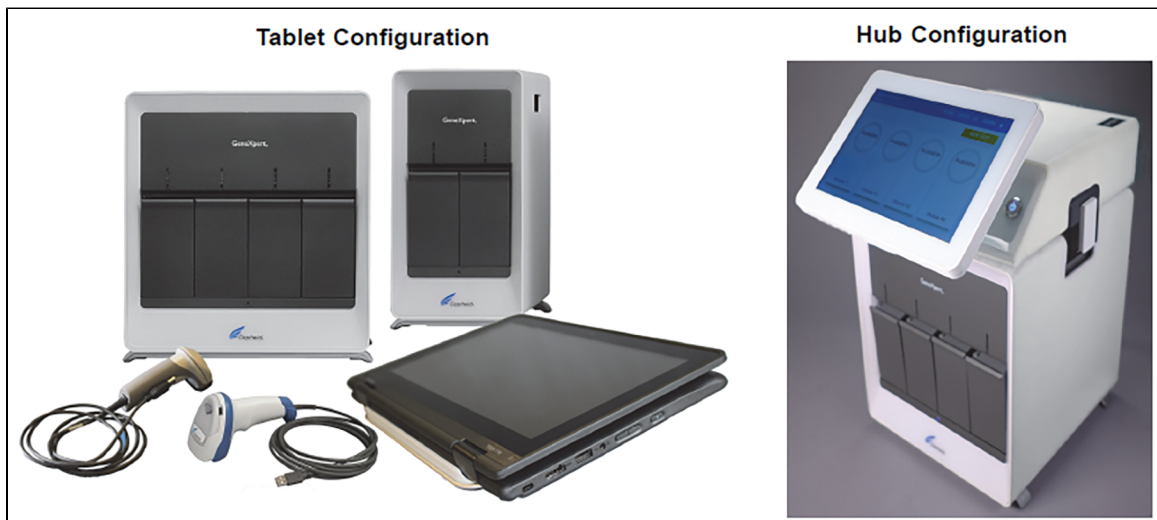

Figure 5. Configurations système de tablette et de concentrateur
- Déterminez la configuration système dont vous disposez (Figure 5).